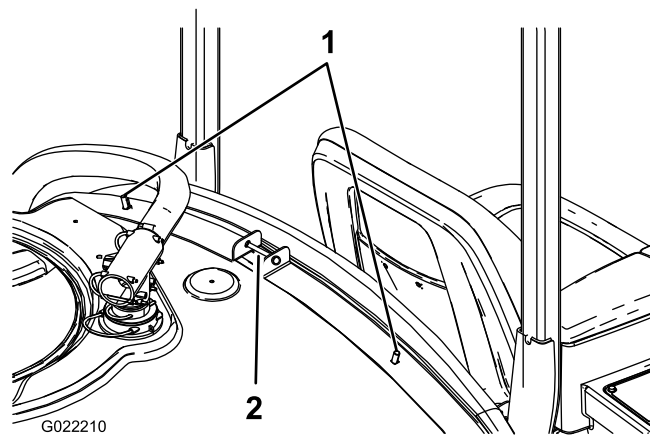

図 2
2. タンク前部固定ベルトの内側の穴にキャリッジボルト (2本) を取り付ける (図 2)。